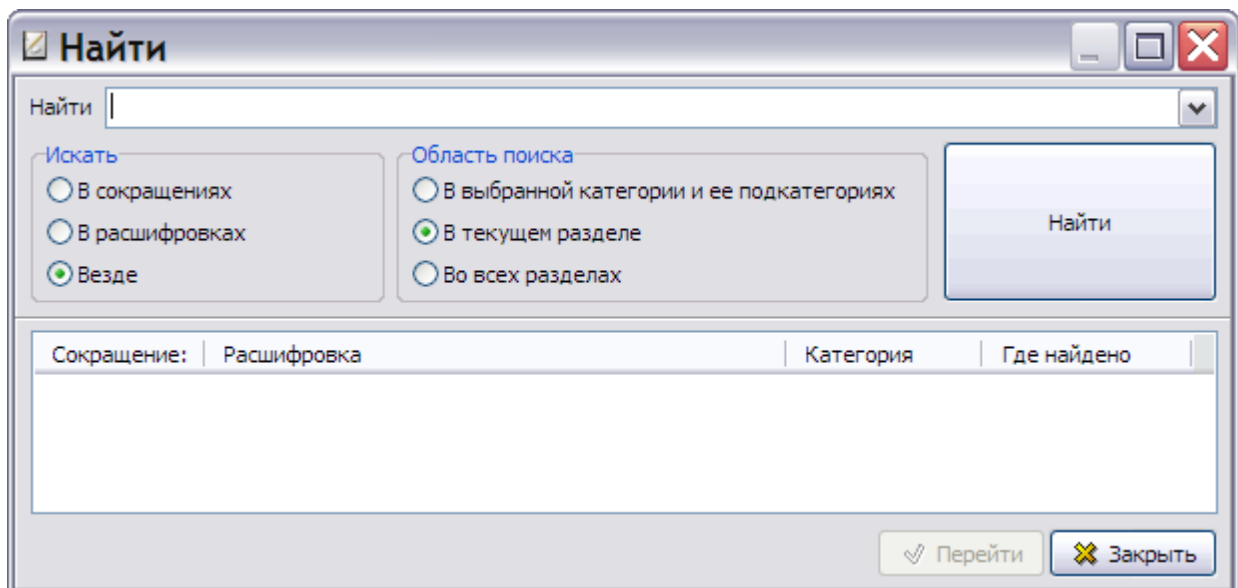

Рисунок 162
2) Нажмите на кнопку **Поиск**  на панели инструментов левого окна или комбинацию клавиш CTRL+F. При этом появится диалоговое окно **Найти** (рисунок 162).